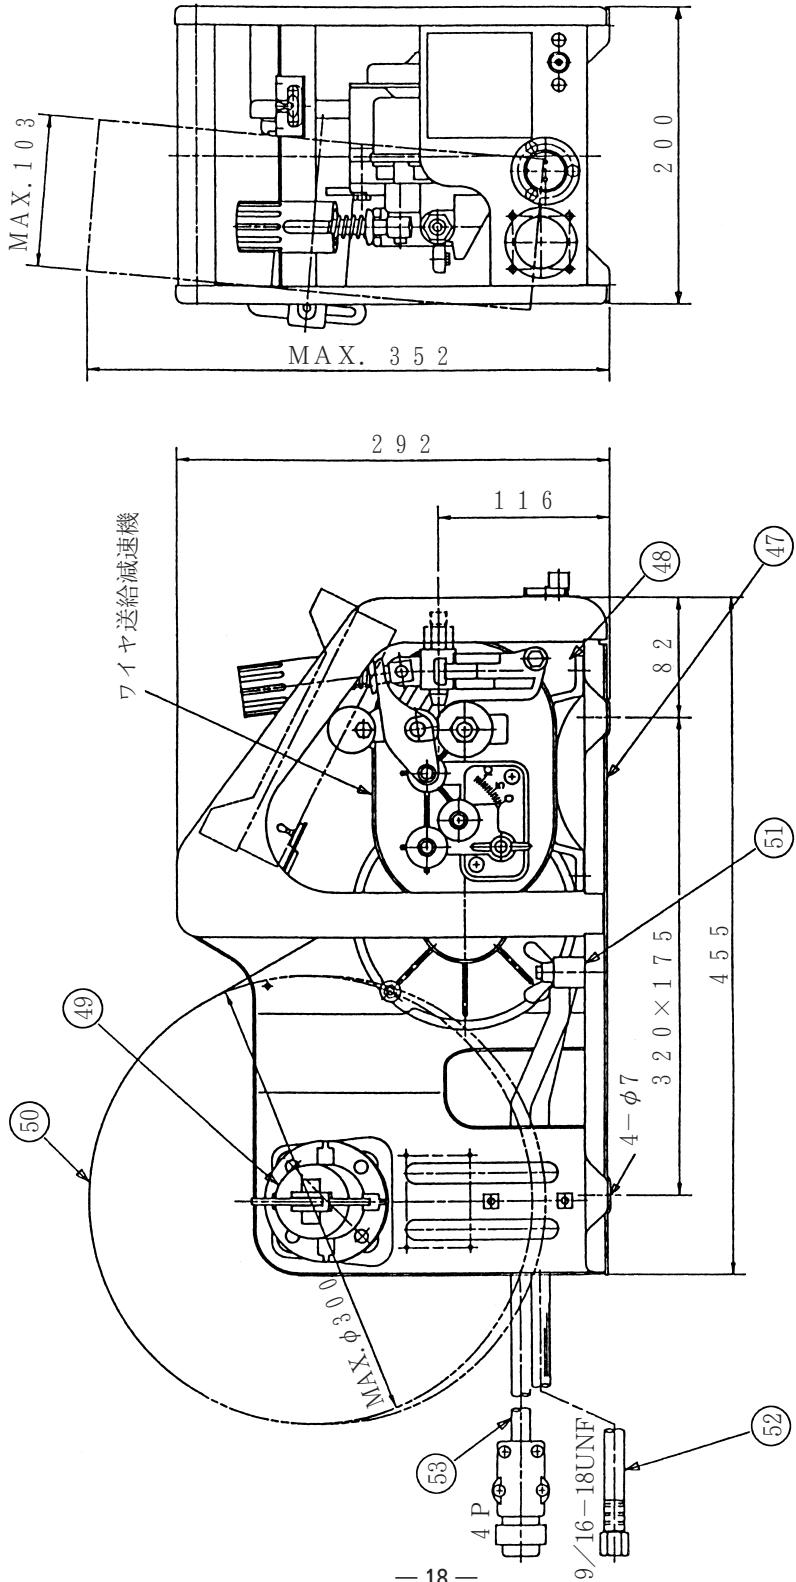

図2. CM-231-CML-231形ワイヤ送給装置外形図
⑨ パーツリスト (つづき)
9.2 その他の (図2参照)